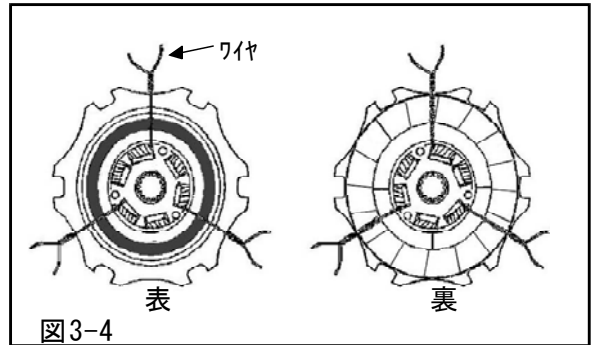

図3-4
- (5) ピボットリング、プレッシャープレート、クラッチディスクAssy(T/M SIDE)、センタープレート、クラッチディスクAssy(F/W SIDE)をワイヤ等で1つにまとめてください。(図3-4) (P5×1、P4×1、P2×1、P6×1、P3×1)